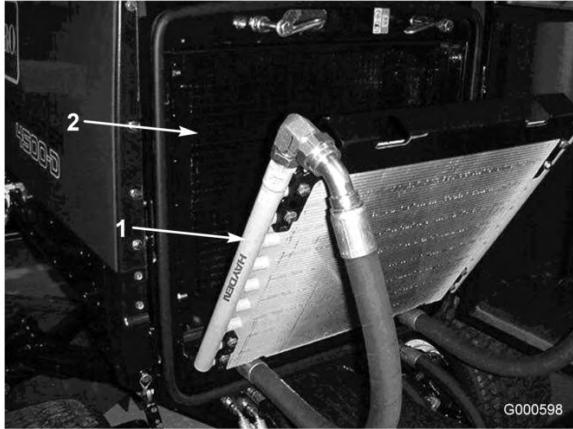

Figure 53
3. Basculez le refroidisseur d'huile en arrière. Nettoyez soigneusement les deux côtés du refroidisseur et la surface autour du radiateur (Figure 53) à l'air comprimé. Commencez par l'avant et soufflez les débris vers l'arrière. Nettoyez ensuite en soufflant de l'arrière vers l'avant. Répétez cette procédure plusieurs fois jusqu'à ce qu'il ne reste plus aucun débris